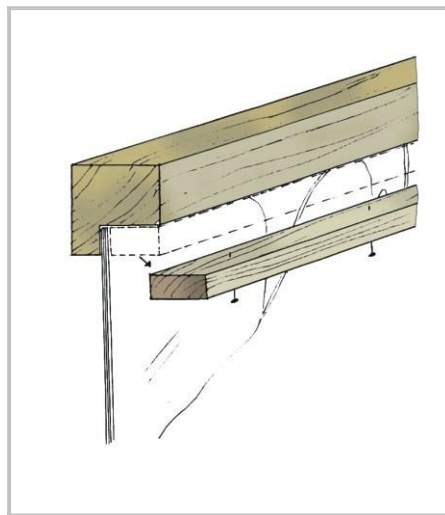

Fig. 2
2. Colocar el nuevo vidrio con las medidas adecuadas (Fig. 2).